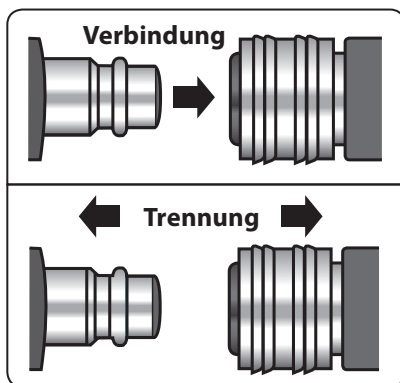

Abb. 5
7) Stecken Sie in die Schnellkupplungen des Luftaustritts den Stecker der Schnellkupplung vom Druckschlauch oder einer anderen Anlage, z. B. eines Kondensatabscheidungers, so dass beide Teile hörbar einrasten und verriegelt werden, siehe Abb. 5. Prüfen Sie, dass die Verbindung wirklich fest ist.